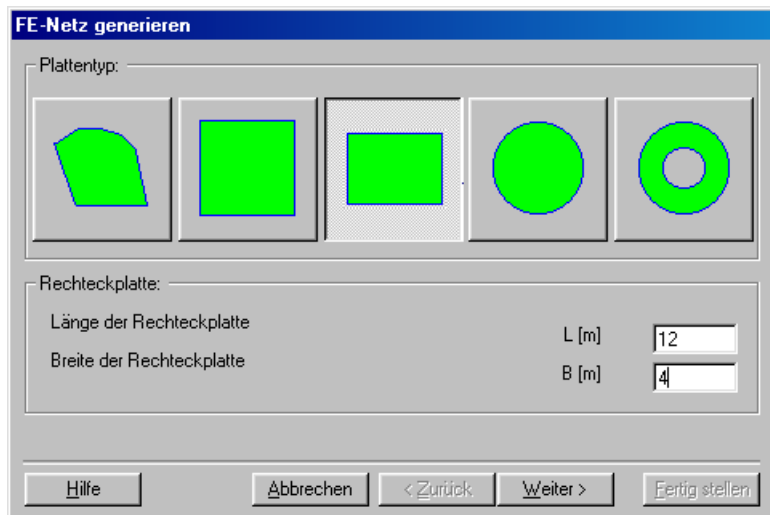

Bild 6-7 Auswahl von Netzschablonen
- Wählen Sie "FE-Netzdaten" aus dem "Daten"-Menü des *ELPLA-Daten*-Fensters. Eine Auswahl von Schablonen verschiedener Netzformen erscheint (Bild 6-7)